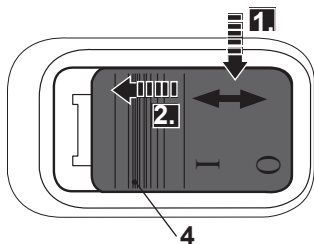

Fig. 16
> Pressione a parte posterior do interruptor de Ligado/Desligado (4) e desloque-o para a frente até que o interruptor fique encaixado na posição de ligado (Fig. 16).